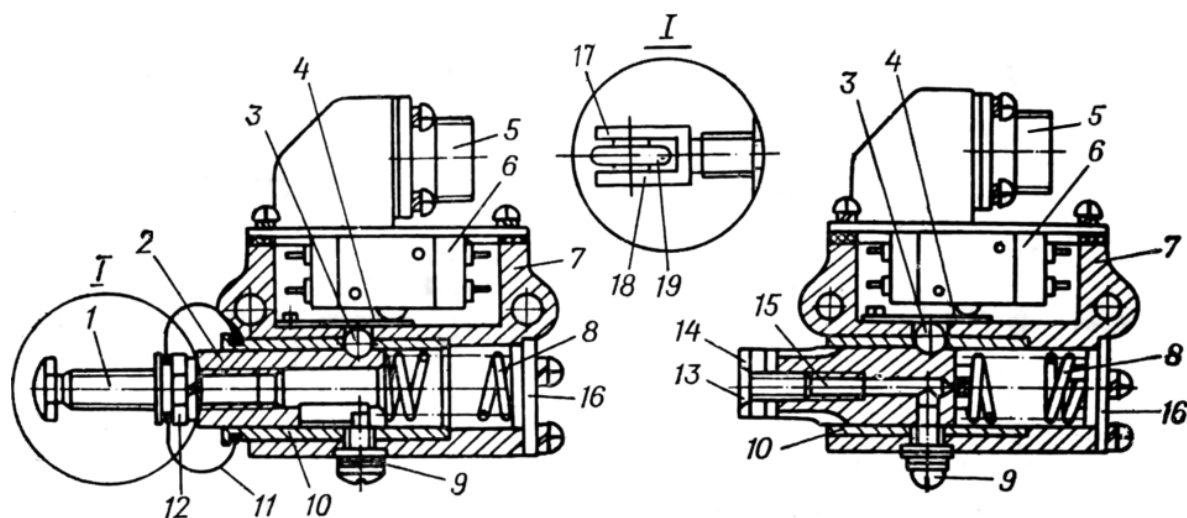

Рис. 10. Концевые выключатели:
**Нажимной конечный выключатель** состоит из корпуса 7 (рис. 10), в который запрессована бронзовая втулка 10, возвратной пружины S, штока 2 с регулировочным винтом 1 (или вилки 18 с роликом 19) и шарика 3. Шток крепится в корпусе стопорным винтом 9. Бронзовая втулка с гайкой 12 уплотняются резиновым манжетом 11.